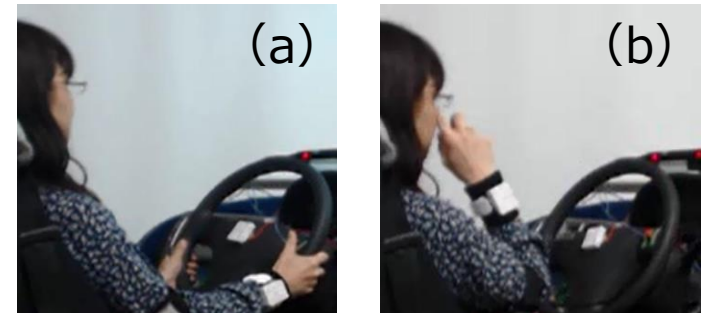

図1 運転操作 (a) と副次行動 (b) の例
- 具体的には、眠気や漫然状態の発生時、運転操作と関係のない手首の動作（副次行動）が多く確認された（図1）。そこで、これらの体動の生理的な発生要因を調査するとともに、前述の検知システムへの活用について検討する